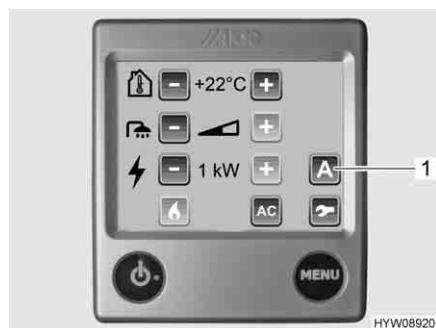

Fig. 138 Menu delle impostazioni (ventola aggiuntiva)
La ventola aggiuntiva viene azionata tramite la centralina di controllo (Fig. 138) del riscaldamento ad acqua calda.
- Premere il pulsante "A" (Fig. 138,1). Vengono visualizzate le funzioni.